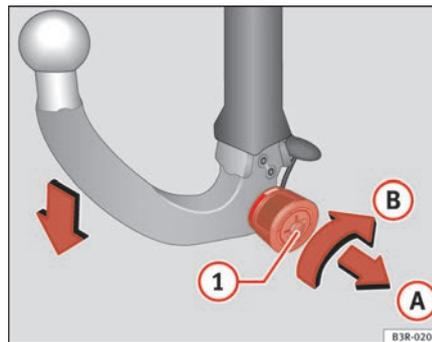

Fig. 164 Dispositif d'attelage amovible : dépose de la boule d'attelage
- Insérez la clé dans la serrure **(1)** ⇒ fig. 164 de la molette. ▶